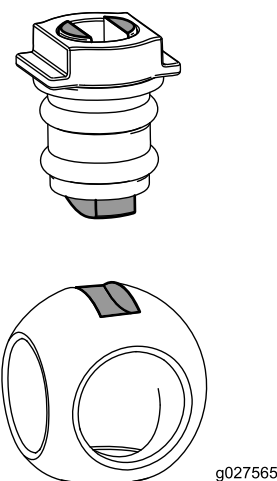

Figure 74
6. Insérez la bille dans le corps de la vanne (Figure 74).
**Remarque:** La tige de la vanne doit entrer dans la fente d'entraînement de la bille. Si la tige de la valve ne rentre pas, ajustez la position de la bille (Figure 74).